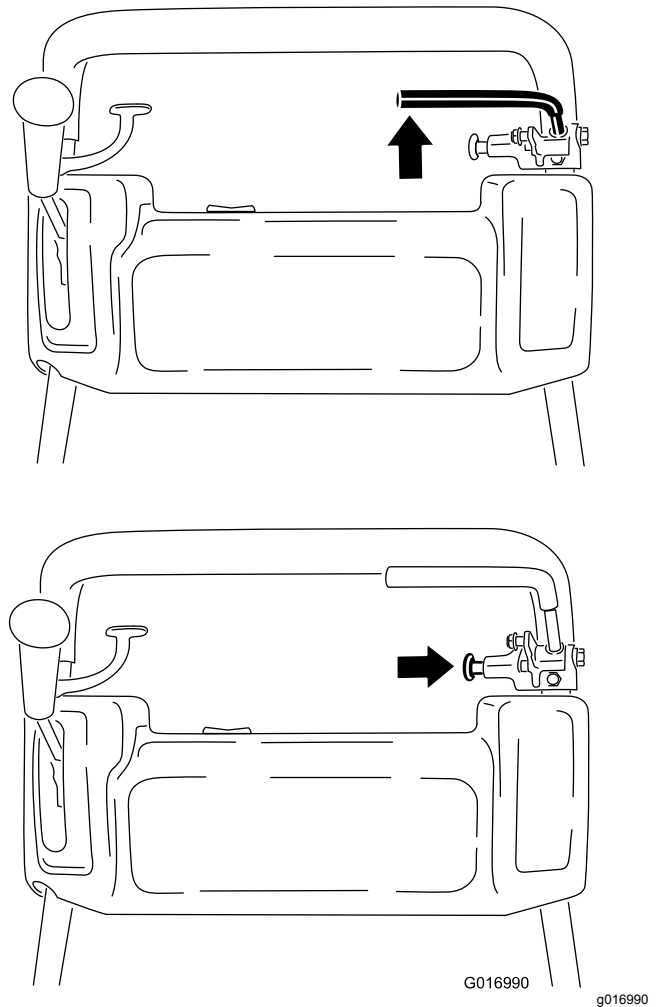

Figura 37
1. Inserite il freno di servizio, premete la manopola del freno di stazionamento consentendo al freno di servizio di poggiare sul perno del freno di stazionamento (Figura 37).